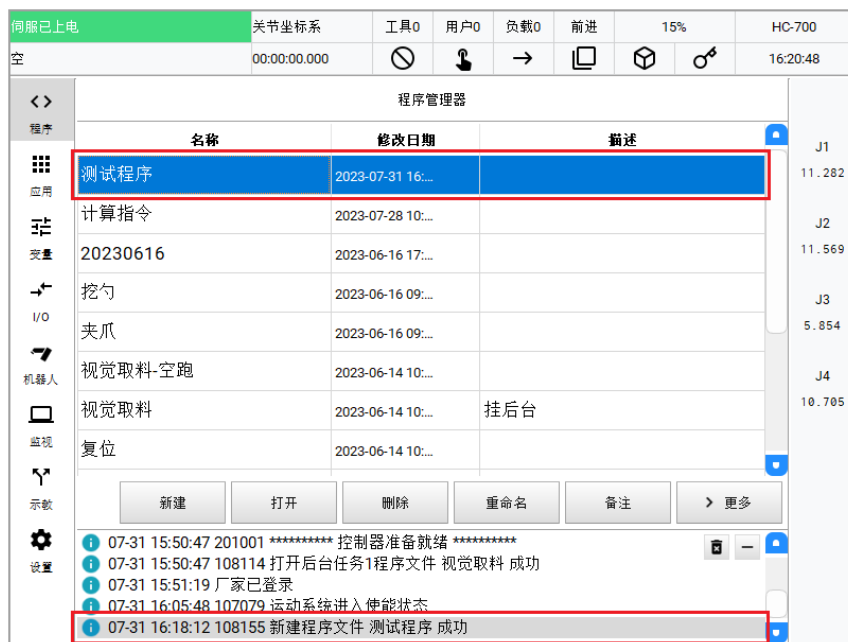

图7-3 新建程序图-3
6. 程序名称(支持中文、英文大小写、数字、下划线) 点击  然后在点确定。此时在程序列表界面将显示新建的程序“测试程序”，如图7-3所示。